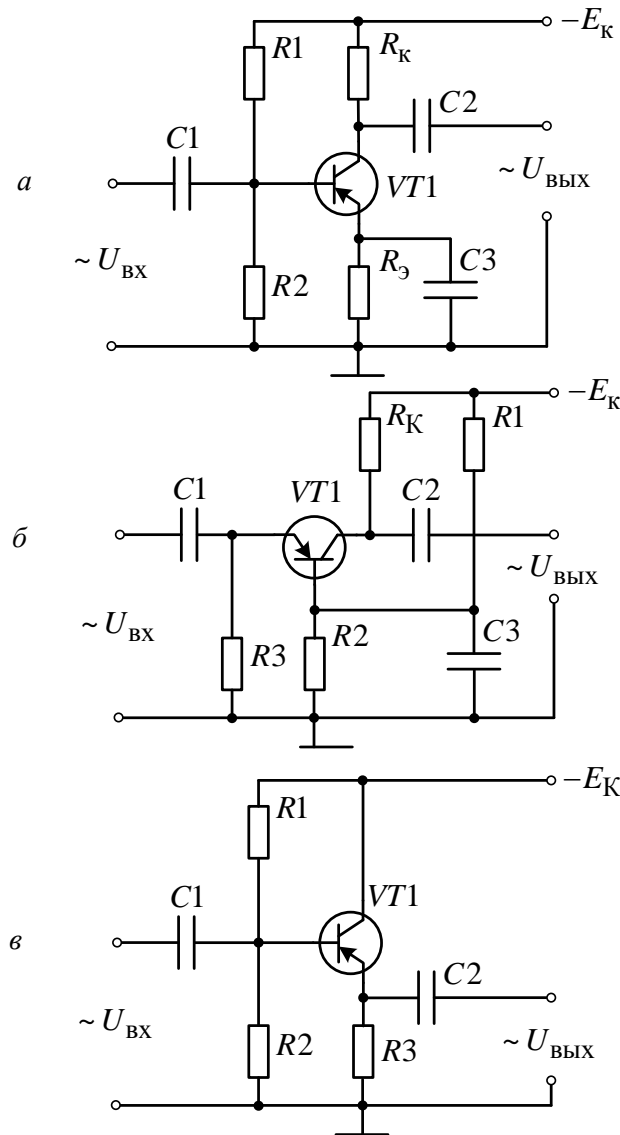

Рис. 1. Принципиальные схемы каскадов:
В транзисторных схемах источник сигнала может включаться в цепь базы или эмиттера, нагрузка – в цепь коллектора или эмиттера, а третий электрод транзистора оказывается общим для входной и выходной цепи. В зависимости от того, какой электрод транзистора оказывается общим, различают схемы ОЭ (с общим эмиттером), ОБ (с общей базой) и ОК (с общим коллектором), показанные на рис. 1.
1.1. С помощью переключателей SA1–SA4 собрать схему усилителя с ОЭ (рис. 1, а).
2.1. С помощью переключателей собрать схему с ОБ (рис. 1, б).
3.1. С помощью переключателей SA1–SA4 собрать схему с ОК (рис. 1, в).